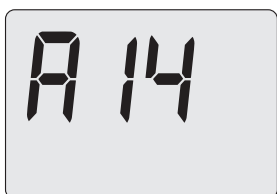

Figura 3.16
- Premere il tasto 7 fino a far apparire sul display LCD codice **A14**, indicante l'entrata nel "parametro A14" (Figura 3.16).